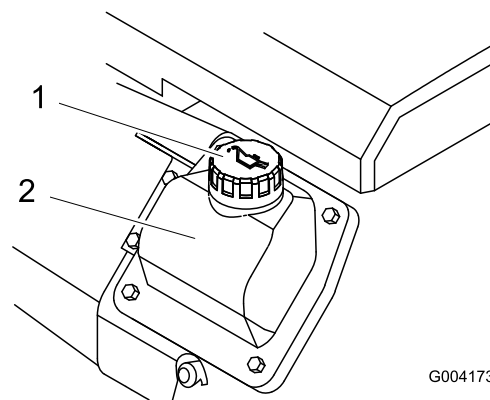

Figura 14
8. Si el nivel de aceite es bajo, limpie alrededor del tapón de llenado y retire el tapón (Figura 14).